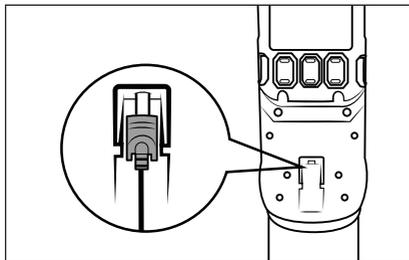

Abb. 8
- ▶ Der Staubsauger kann auch direkt über den Netzadapter **9** geladen werden. Entnehmen Sie dafür den Hohlstecker **10** durch eine leichte Drehung aus der Wandhalterung **17** und stecken Sie ihn in die Ladebuchse **2** am Gerät (siehe Abb. 8).